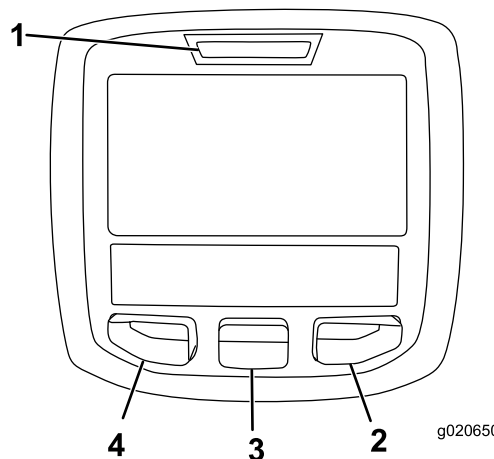

Figura 22
Ecranul LCD InfoCenter afișează informații despre maină, cum ar fi starea de funcționare, diferite date de diagnosticare, și alte informații despre maină (Figura 22). Există un ecran de întâmpinare, un ecran cu informații principale, un ecran cu informații despre motorul unității de tăiere (CU) și un ecran cu informații despre traciune.